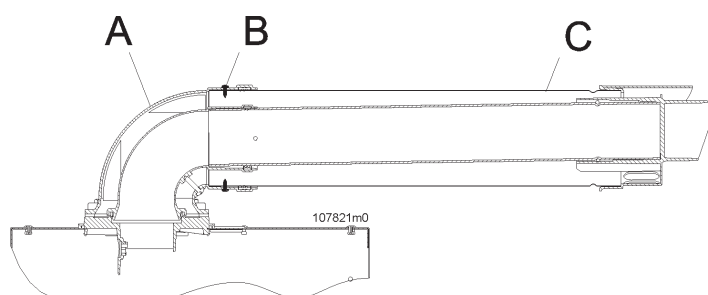

Figura 5-26 - Posizionamento del condotto coassiale
**ATTENZIONE!!! Seguire scrupolosamente le fasi di installazione del condotto coassiale come illustrato in Figura 5-26.**